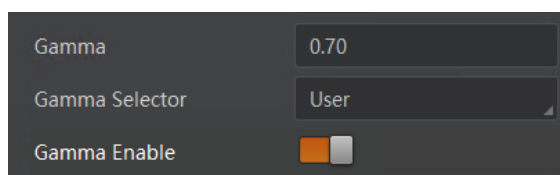

图12-3 User 模式
3. 在 *Gamma* 参数中输入需要设置的数值，如图 12-3 所示，参数范围为 0 ~ 4。